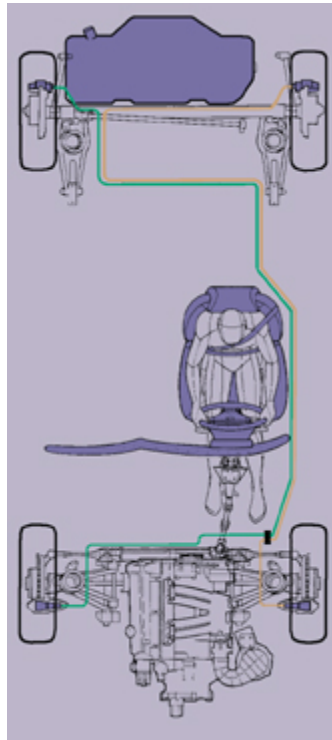

Fig. 19
- Un pistón del doble cilindro principal (**fig. 19**) actúa sobre los elementos frenantes de las cuatro ruedas y el otro pistón y circuito actúan, únicamente, sobre las ruedas delanteras.